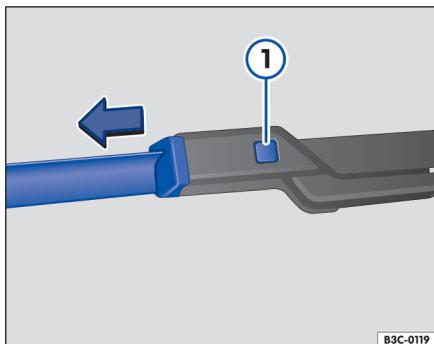

图 151 更换车窗刮水器刮水片
- 按住分离按钮⇒ 图 151 ① 同时沿图示箭头方向拉出刮水片。